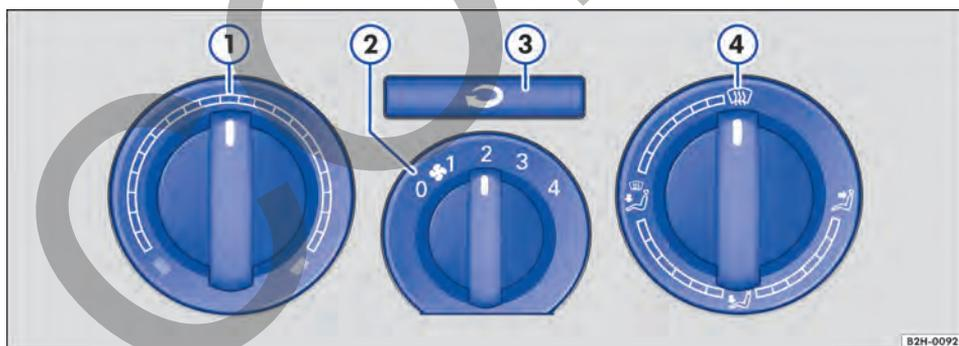

Fig. 84 En el tablero de instrumentos: mandos del sistema de calefacción y ventilación.
Gire el mando central a la posición 0 → Fig. 84 ②.
Con el mando giratorio izquierdo → Fig. 84 ① se ajusta la temperatura.
Con el mando giratorio derecho → Fig. 84 ④ se ajusta la distribución del aire:
Con el mando giratorio derecho ☼ → Fig. 84 ④ se elimina el hielo del parabrisas lo más rápidamente
Con la tecla ↻ → Fig. 84 ③ se conecta y desconecta la recirculación de aire → Página 92.